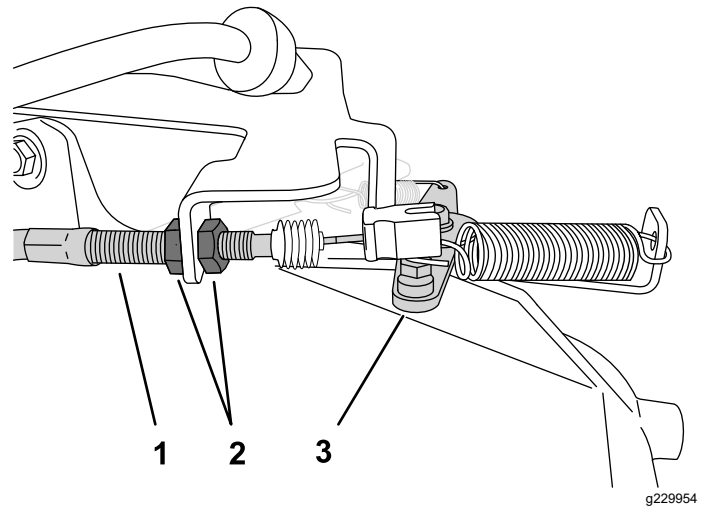

Figura 44
2. No compartimento do cabo do acelerador, desaperte a porca de retenção dianteira e aperte a porta de retenção traseira para aumentar o ralenti (Figura 44).